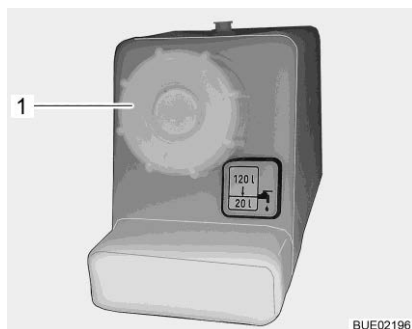

Bild 191 Lock för påfyllningsöppningen för dricksvatten
- Vrid locket (Bild 191,1) moturs och tag bort det.